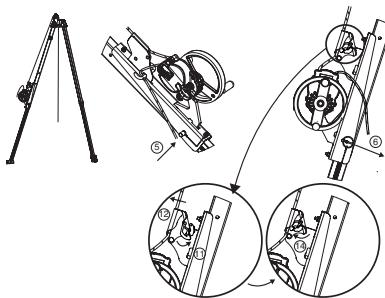

Fig. 9
IMPORTANTE: Atenção ao sentido da montagem: o bloqueador de drisse deve ficar voltado para cima do tripé tracpode (Fig. 9).
5. Instalar o fuso de amarração do suporte para aparelho Derope™ UP R. Este fuso de amarração desempenha duas funções: bloqueio do pé do tripé tracpode e amarração do suporte para aparelho Derope™ UP R neste pé (Fig. 9, 5).
6. Bloquear o fuso de amarração por meio do pino mola (Fig. 9, 6).
11. Abrir o pino de aperto da drisse do suporte (Fig. 9, 11).
12. Introduzir a drisse que sai do aparelho Derope™ no pino de aperto da drisse do suporte (Fig. 9, 12).
14. Fechar o pino de aperto da drisse (Fig. 9, 14).